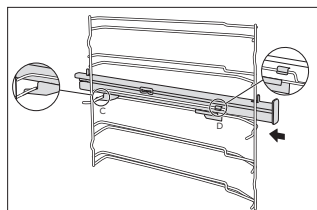

Rys. 1
2. Podnieś jeden koniec przedłużenia teleskopowego Rys. 1 siłą